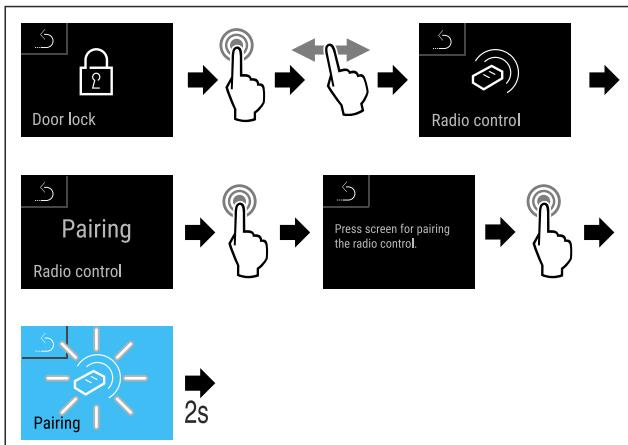

Fig. 100
- Seguir los pasos de procedimiento (consulte Fig. 100) .